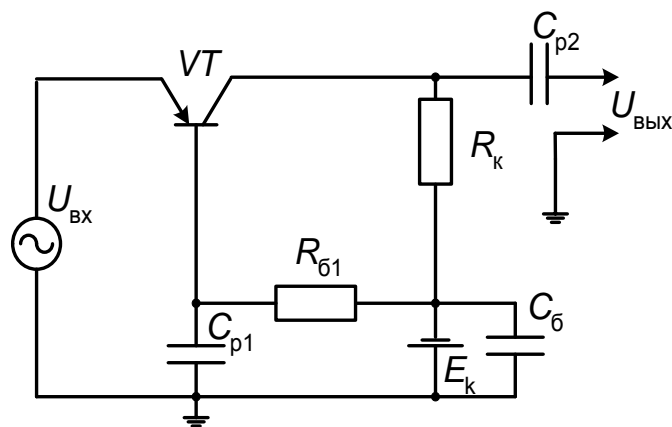

Рис. 6.19. Схема УЗЧ на транзисторе с ОБ с автосмещением через гасящий резистор
5.3.5. Схема усилителя на транзисторе с ОБ (рис.6.19)